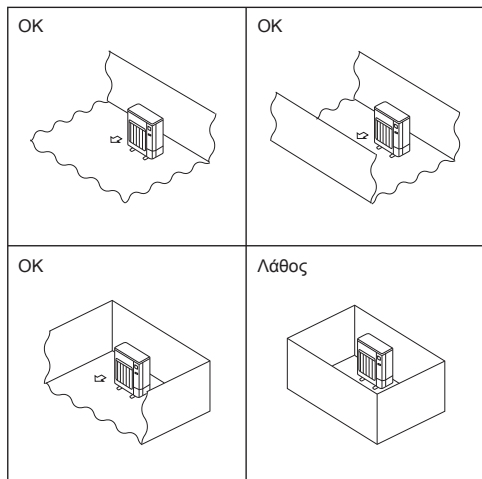

Fig. 2-2
- Ⓑ Εγκαθιστάτε τις εξωτερικές μονάδες σε χώρους όπου τουλάχιστον μία από τις τέσσερις πλευρές είναι ανοικτή και σε επαρκώς μεγάλους χώρους χωρίς συμπίεσις. (Fig. 2-2)